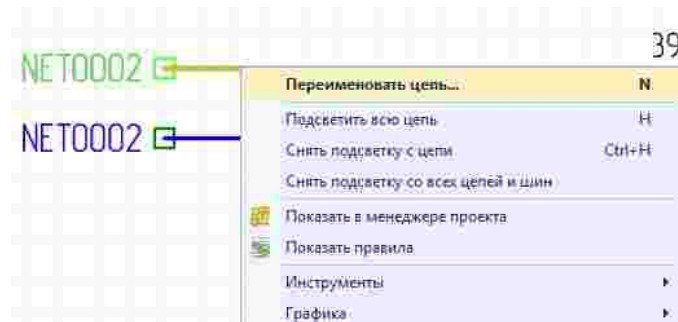

Рис. 115 Вызов инструмента «Переименовать цепь»
2. Выбрать инструмент «Переименовать цепь» из контекстного меню, либо воспользоваться "горячими клавишами", по умолчанию для данного действия задана "горячая клавиша" «N», см. Рис. 115.